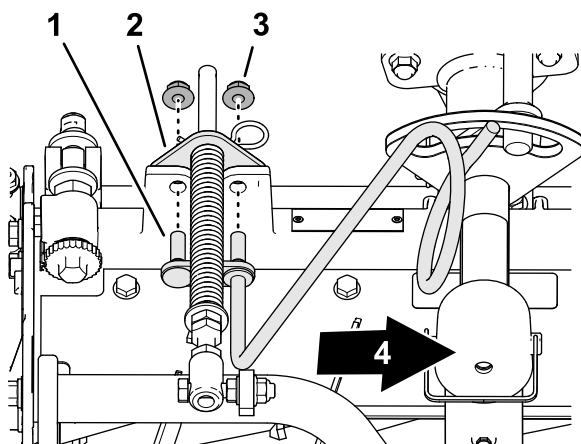

Figura 14
3. Aliniați tifturile ghidajului pentru furtunul din dreapta cu orificiile cadrului unității de tăiere și suportul de compensare pentru gazon (Figura 14).